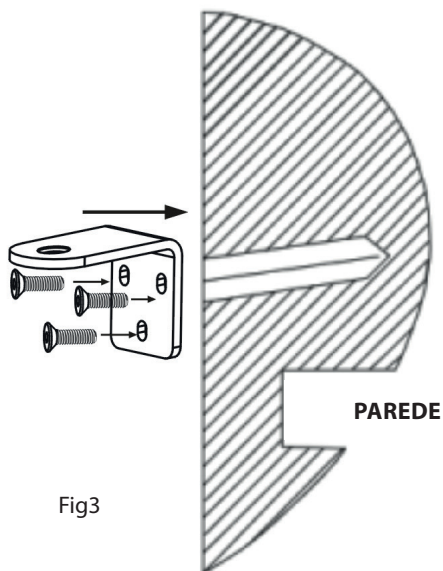

Fig3
2. Insira 4 buchas de expansão nos furos e fixe o suporte exterior à parede utilizando os parafusos ST4x40. Veja a Fig. 3.
3. Marque a parede de acordo com as dimensões mostradas na Figura 2. Utilize uma broca de 10 mm para perfurar 3 furos na parte superior e 3 furos na parte inferior, com profundidade de 45 mm. Insira buchas de plástico de 8x40 mm nos furos e, em seguida, fixe o suporte à parede com uma chave de fendas. Veja a Fig. 3.